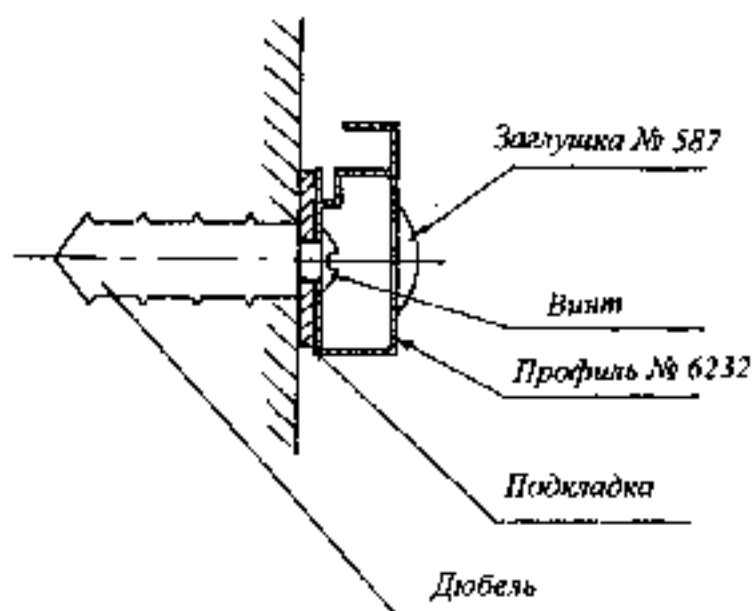

Рис.3
2.2 Крепим пристеночные профили № 6232 к стене на 3 – 4 дюбели сильно ее затягивая (Рис.3). Оставшийся зазор 4 мм необходим для выравнивания стены. В дальнейшем этот зазор компенсируется подкладками и силиконится. Полная затяжка дюбелей производится позже, после окончательной регулировки всей системы.